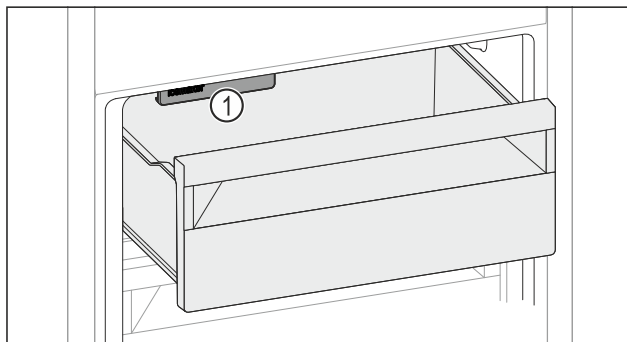

Fig. 168
- ▶ Rekening houden met IceMaker Fig. 168 (1).